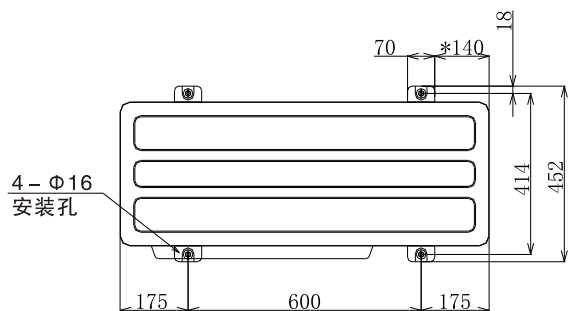

图4.3 地脚螺栓的位置
(2) 当地脚螺栓紧固室外机时，紧固孔的位置如图4.3所示。